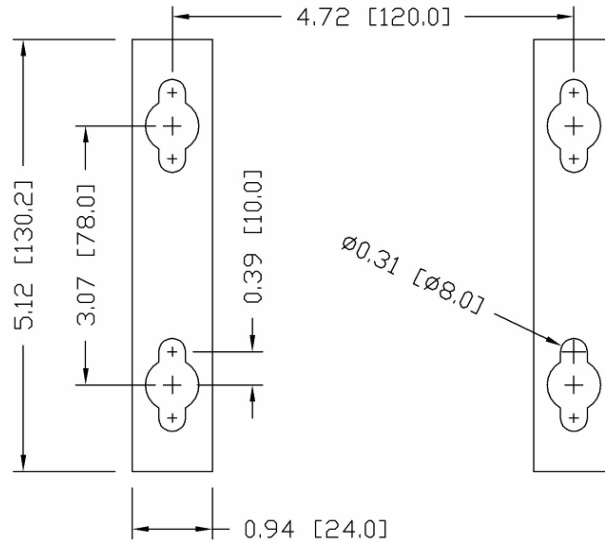

Figura 3-13: Patrón de orificios para montaje del soporte en la pared
11. Marque la posición de los orificios de montaje en la superficie vertical según las dimensiones mostradas en la Figura 3-13 o sosteniendo el terminal sobre la superficie y marcando a través de los orificios del soporte. Las dimensiones se proporcionan en pulgadas y [mm].